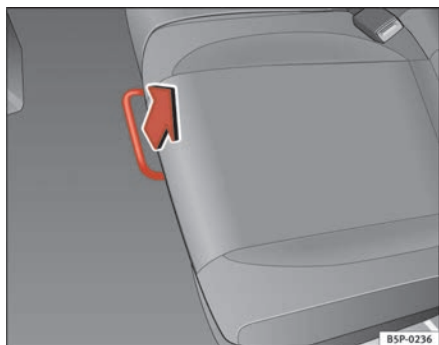

Fig. 97 Barra de desbloqueo del asiento posterior
- En la posición sentado, desbloquee la palanca en el sentido de la flecha ⇒ fig. 97.